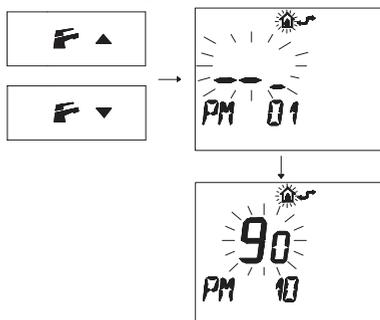

Figura 5.57
- Pulse los botones **F** ▲ o **F** ▼ para acceder al ajuste **"PM10"** de selección de la frecuencia de encendido (Figura 5.57).
En la Figura 5.57 se muestra un punto de consigna programado de **90**, equivalente a un tiempo de reencendido de unos 3 minutos.